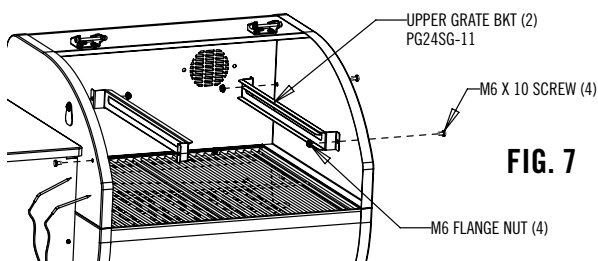

FIG. 7
1. Monter la support comme indiqué à la Fig. 7.